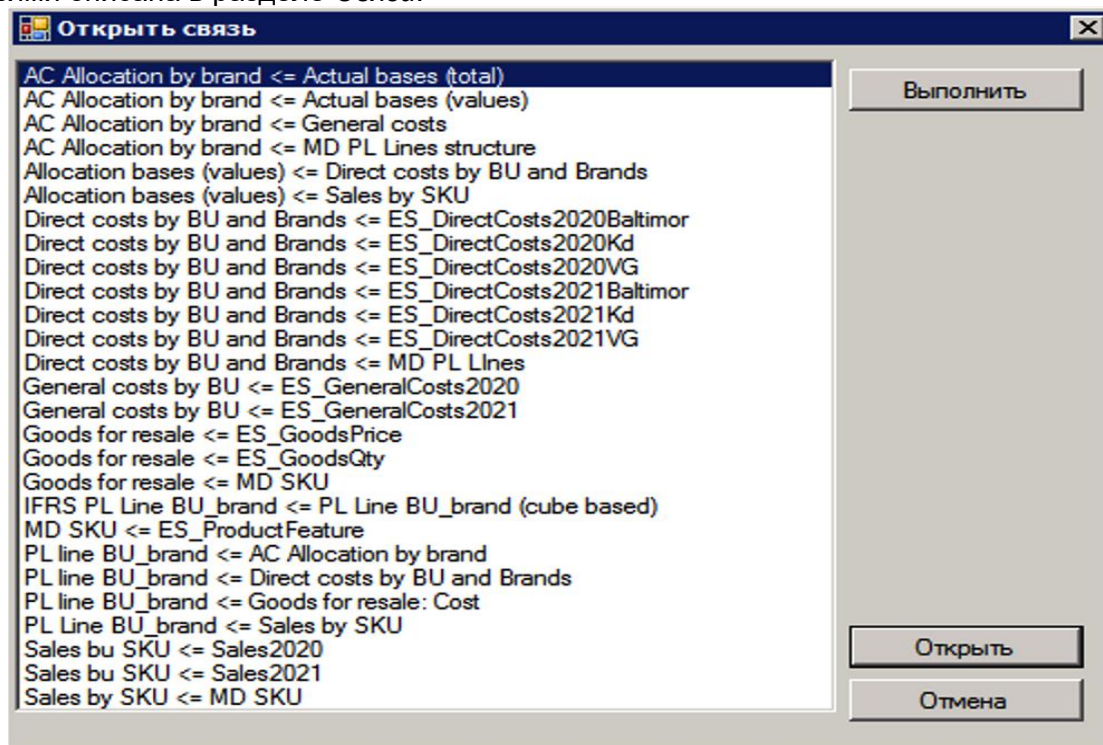

Рисунок 11. Окно выбора связи для открытия.
- Открыть связь – открывает диалоговое окно со списком связей, выбранную связь можно открыть для редактирования или выполнить (Рисунок 11). Более подробно работа со связями описана в разделе *Связи*.